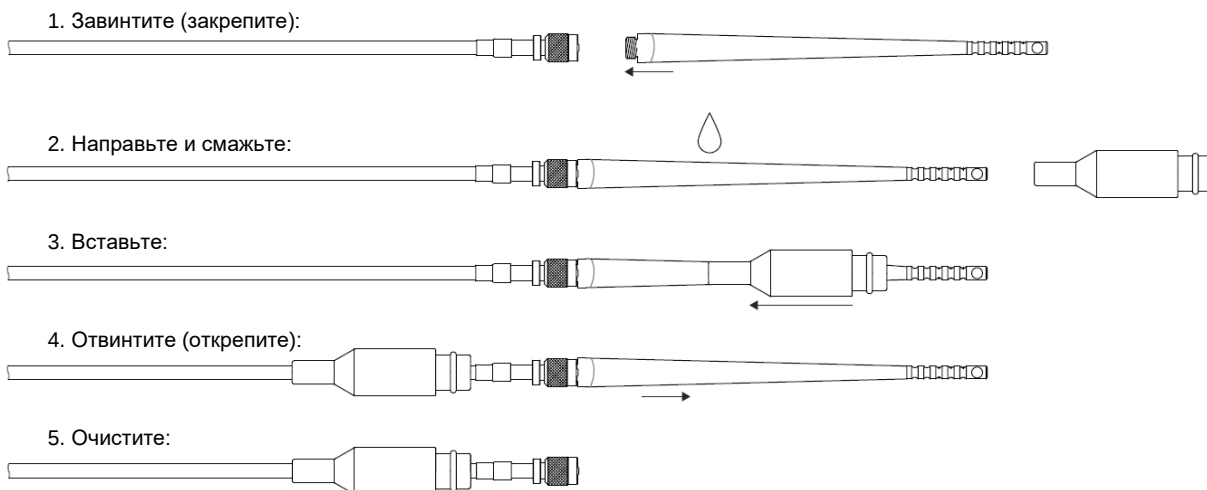

Рис. 3-3: Сборка защиты межсоединений IP172 для неразъемного кабеля датчика TQ9xx
- Штекер защиты соединений IP172 (см. технический паспорт IP172) должен быть установлен на датчике TQ9xx и встроенном кабеле в сборе, как показано на Рис. 3-3.
Чтобы собрать защитный штекер IP172 на встроенном кабеле датчика TQ9xx, см. Рис. 3-3 и:
- 2- Сориентируйте отверстие IP172 малого диаметра с помощью инструмента. Смажьте его (или сам инструмент) силиконовой смазкой, как показано символом  на Рис. 3-3).